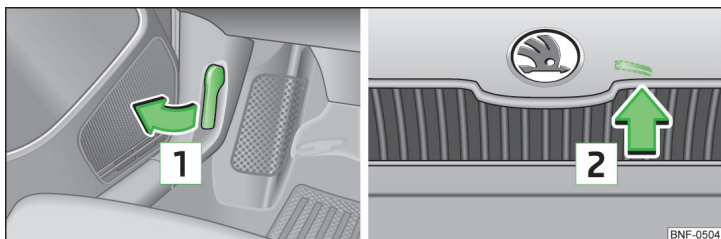

Fig. 96 Maneta de deblocare a capotei motorului / maneta de deblocare
- Trageți de maneta de deblocare de sub planșa de bord, n sensul săgeții 1 » fig. 96.
- Presați maneta de deblocare n sensul indicat de săgeata 2 » fig. 96, capota motorului se deblochează.
Nu ridicați niciodată capota motorului prin prindere de maneta de deblocare » fig. 96.